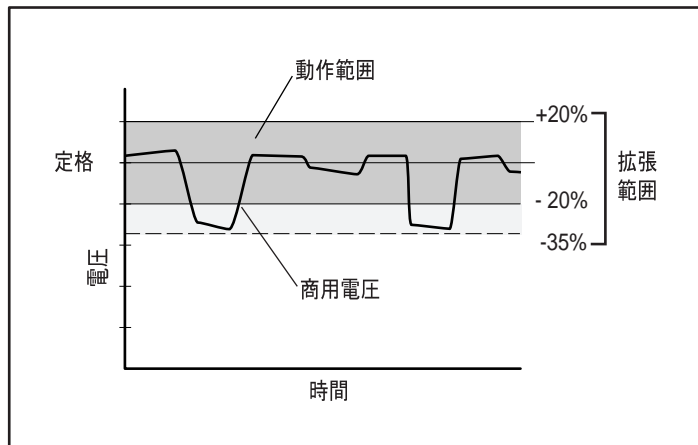

図4-6. 拡張範囲設定が必要な場合を示す商用電圧の変動
- 商用電圧が頻繁にUPSの動作範囲外に変動する場合は（図4-6を参照）、定格範囲から拡張範囲（ $+20\% \sim -35\%$ ）に変更してみてください。これにより、商用電圧の短時間の変動をより多く許容できるようになります。